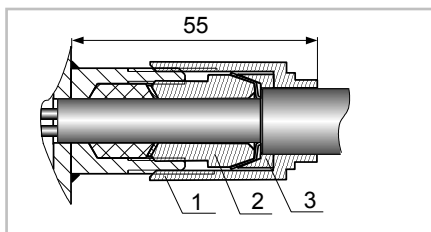

Рис.10
- устройство крепления бронированного кабеля УКБК-15 (рис. 10), состоящее из стальных втулок 1, 2, 3. Фиксация брони кабеля осуществляется между втулками 2 и 3 при наворачивании втулки 1. Диаметр по броне - до 15 мм. Пример обозначения: «ПМП-165-...-УКБК-15».